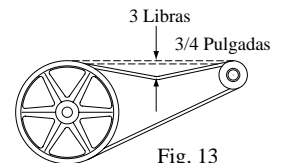

Fig. 13
- **Compruebe la tensión de la banda.** Una fuerza de 3 libras debe desviar la banda 3/4 pulgadas (véase fig. 13). Ajuste la banda si es necesario.